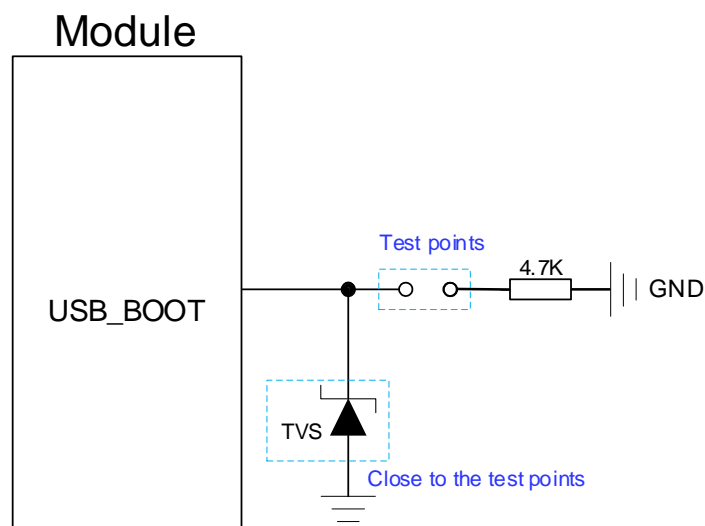

图 18: USB_BOOT 参考设计电路图
2. 使用 MCU 控制模块进入强制下载模式时需按照如上时序图进行控制, 手动强制下载方式按照图 18 所示短接测试点即可。